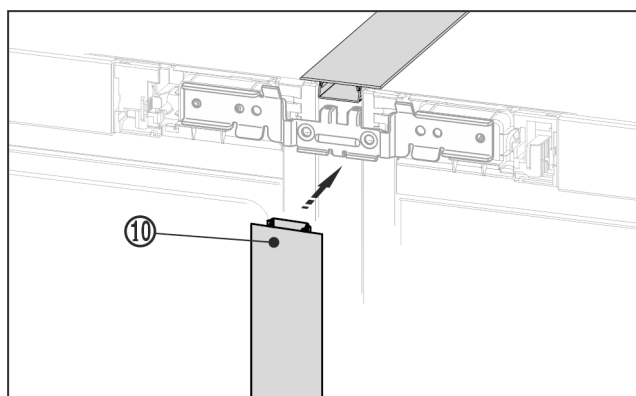

Fig. 23 \*
- Na přední straně zatlačte dlouhou krycí lištu Fig. 23 (10) do svislé spáry. Dbejte na to, aby lišta stála na spojovacím plechu.\*